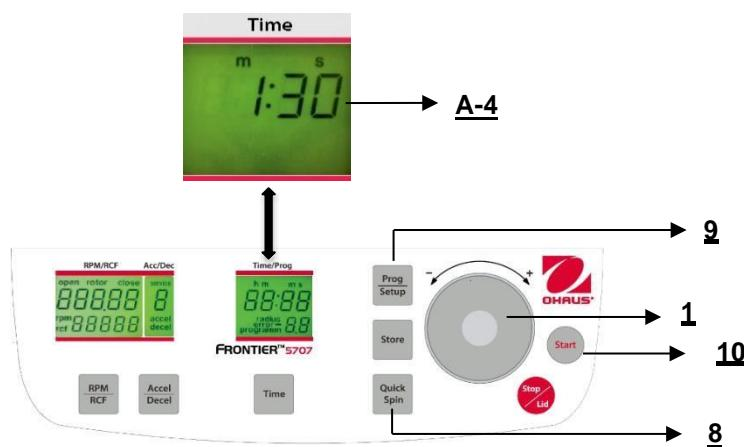

Figura. 24
Puede arrancar la centrífuga ya sea con el botón "Start" (10) (vea la Figura 24) o con el botón "Quick Spin" (8).